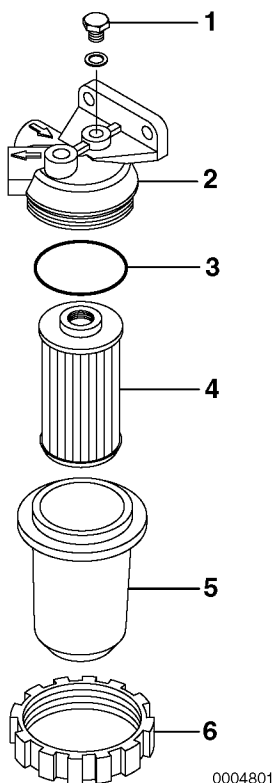

Figure 4
3. Løsne lufttømmingsskruen (**Figure 4, (1)**) 2 til 3 vendinger.